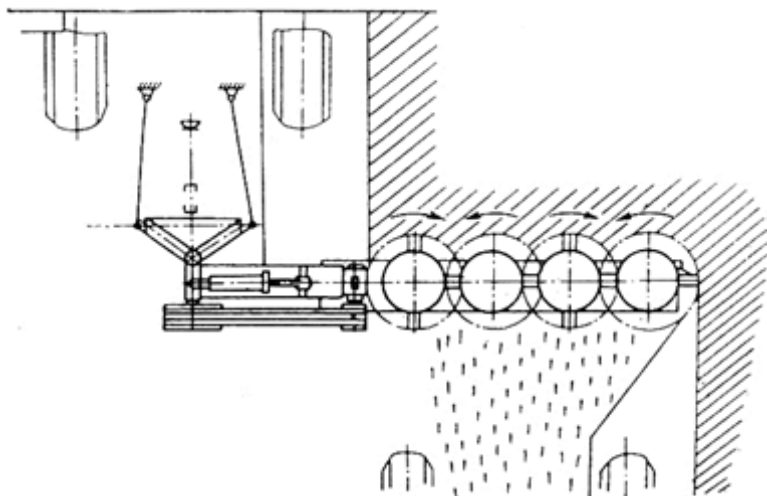
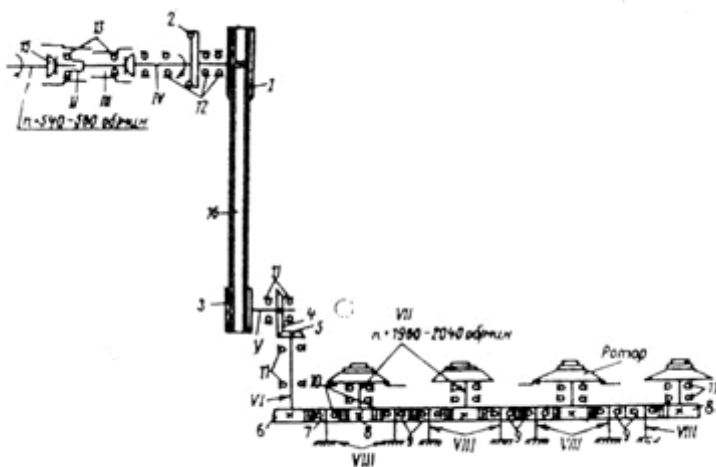
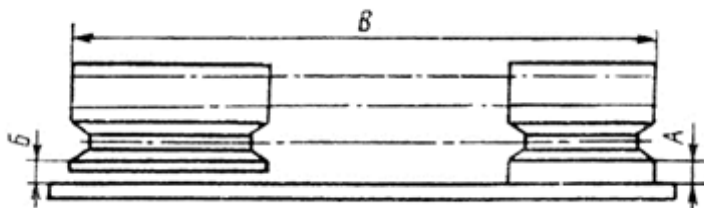

Рис.3 Схема технологическая
Рис.4 Схема кинематическая и схема расположения подшипников
Рис.7. регулирование положения ведущего шкива
3.2. Технологическая схема представлена на рис.3, кинематическая схема и схема расположения подшипников – на рис.4.
Натяжение клиновых ремней осуществляется с помощью натяжника 1 (рис.14) гайками 3 затяните пружину 2 до соприкосновения витков. Вторичное подтягивание гаек производите тогда, когда зазор между витками пружин увеличится до 3 мм. Ведущий и ведомый шкивы должны находиться в одной плоскости. Это достигается путем установки регулировочных шайб 1 (рис.3) между корпусом 7 и стойками кронштейна. При этом разница размеров А и Б (рис.7) не должна превышать 3 мм. При регулировании пользоваться ровной линейкой (кругом, шестигранником, уголком и т.д.), прикладывая ее к торцу ведомого шкива.